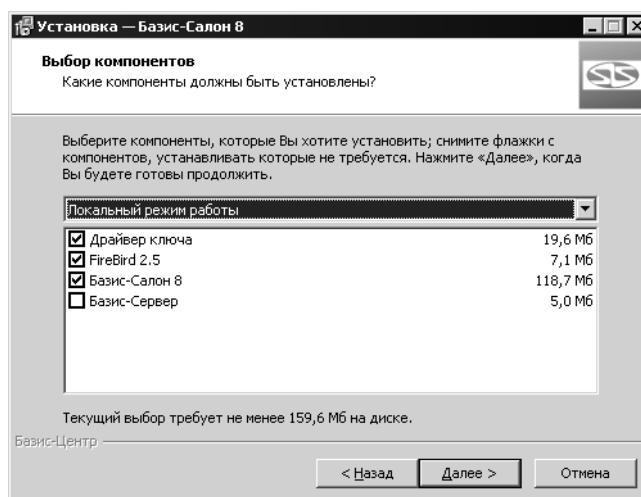

Рис. 1.7.
5. Выберите компоненты, которые должны быть установлены (рис. 1.7).